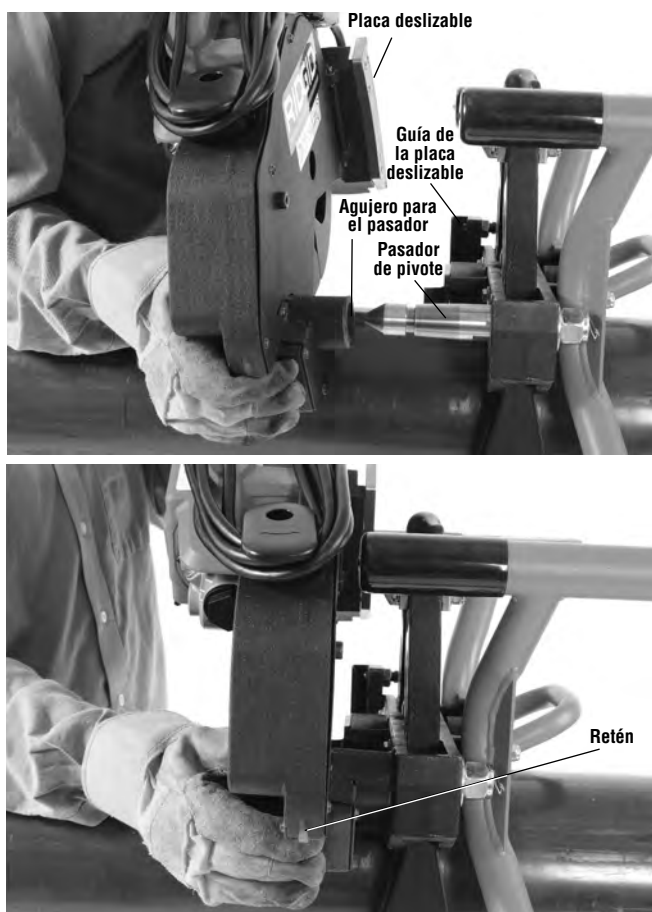

Figura 11 – Alineamiento del pasador de pivote
- Agarre firmemente la sierra cortatubos transportable PCS-500 por el mango y la empuñadura del pivote. El agujero del pasador de pivote en la sierra cortatubos se debe alinear con el pasador de pivote de la abrazadera. La placa deslizante debe estar más arriba que la guía de la placa deslizante. Vea la Figura 11.
4. Presione el retén sobre la sierra cortatubos para desencajar el pasador de pivote. Deslice la sierra sobre el pasador de pivote para separar las unidades. Vea la Figura 11.